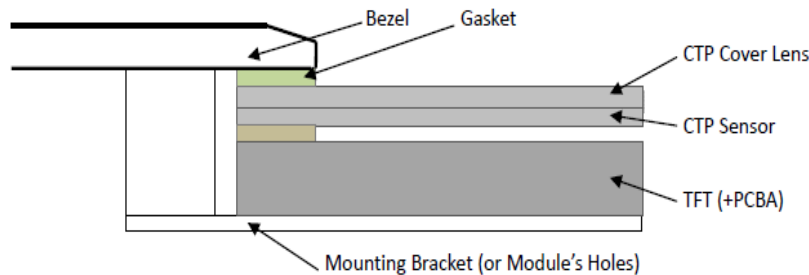

Figure 1
7.1 Bezel Mounting (Figure 1)
7.1 面框安装（附图1）